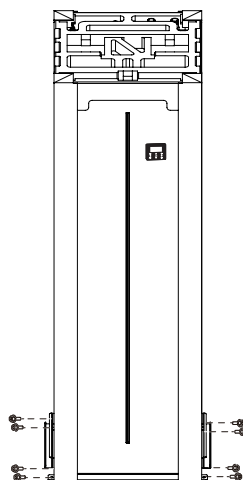

Abb. 2-5
- Eine Metallplatte schützt das Gerät von den Seiten. Entfernen Sie die 8 Schrauben und ziehen Sie das Blech vorsichtig ab (siehe Abb. 2-5).